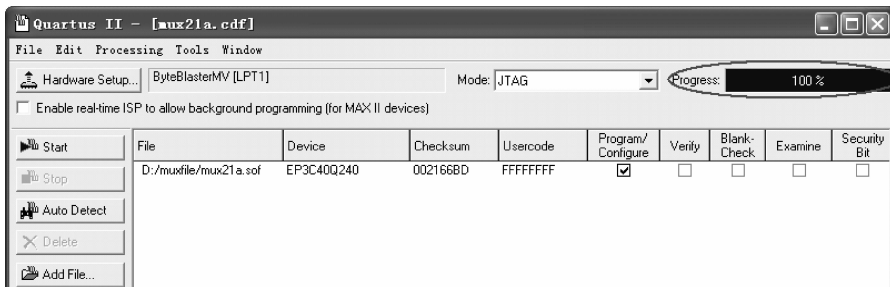
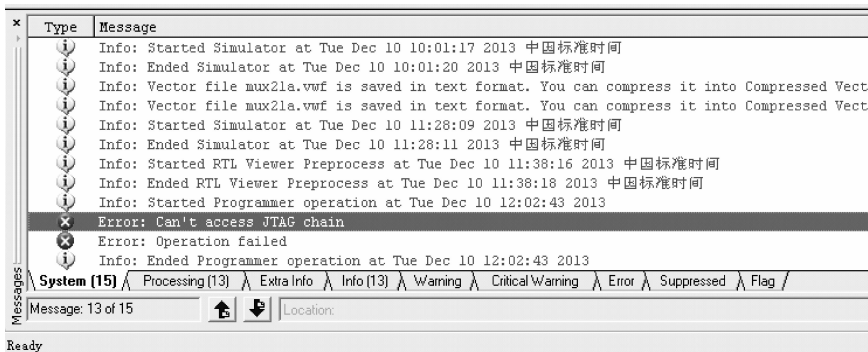

图 3-40 编程成功
图 3-41 编程失败
多余的其他路径下面的 Sof 文件,确保 mux21a.sof 是想要下载到实验台测试的电路。最后单击下载标符 Start 按钮,即进入对目标器件 FPGA 的配置下载操作。当 Progress 栏中显示出 100%,以及在底部的处理栏中出现 Configuration Successful 时,表示编程成功,如图 3-40 所示。单击下载标符 Start 按钮后,Progress 栏中一直显示为 0%,并且在 Quartus II 主窗口下面的 Message 窗口的 System 栏显示出错信息,如图 3-41 所示。则说明下载失败,一般是下面的一个或多个原因:①没有选择 ByteBlasterMV[LPT1]编程器;②没有打开实验台电源;③数据线 with 计算机并口松动;④数据线 with 实验台连接不正确(正确的连接方式:数据线端口中间有凸起的一面向上)没有连接好的缘故。